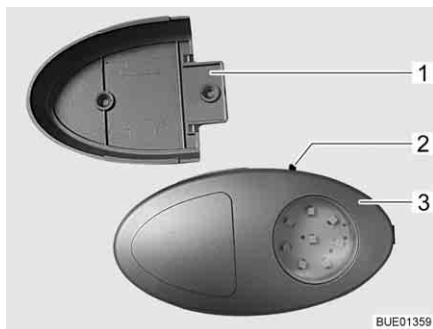

Bild 70 Klädsåpslampa
- ▷ Klädsåpslampan kan dras ut från skruvhållaren (Bild 70,1) och användas som ficklampa.
På-/av-brytaren (Bild 70,2) sitter direkt på klädsåpslampan (Bild 70,3).